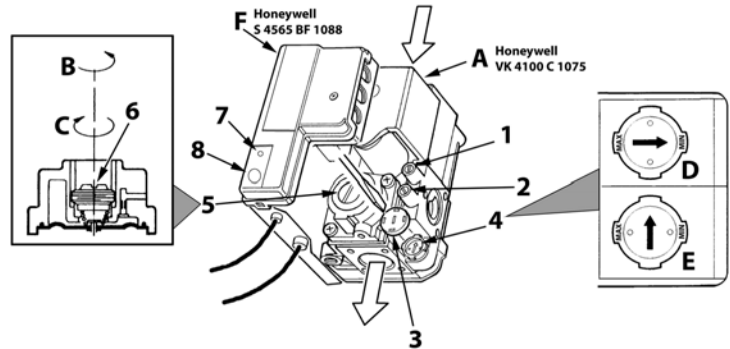

рис. 17 - Регулирование давления
На котле PEGASUS D можно регулировать тепловую производительность топки и, следовательно, тепловую мощность, передаваемую воде системы отопления; это делается исключительно путем регулировки основной горелки с помощью газового вентиля (см. рис. 17). На графиках, приведенных в параграфе сар. 5.2, показано изменение передаваемой воде тепловой мощности в зависимости от изменения рабочего давления горелки. Возможность приведения мощности котла в соответствие с реальными потребностями отопления означает, прежде всего, снижение потерь и экономию топлива. Кроме того, при регулировке мощности, регламентированной также стандартом, котлы сохраняют значения КПД и характеристика сгорания почти без изменений.
1. С помощью небольшой отвертки снимите защитный колпак 5 вторичного привода газового вентиля рис. 17.
2. Подключите манометр к клемме давления 2 (рис. 17), расположенного после газового вентиля, затем переведите ручку термостата котла на максимум.
3. Регулируйте давление с помощью винта 6 (рис. 17) на желаемое значение, руководствуясь диаграммами, приведенными в параграфе сар. 5.2.
2. Снимите с газового вентиля маленький защитный колпак 3 (рис. 17). С помощью маленькой отвертки регулируйте "СТУПЕНЬ" розжига на основании выбранного для работы газа (G20-G25 положение D рис. 17 или G30-G31 положение E рис. 17); установите защитный колпак на место.
- Спустите воздух из газопроводных труб через штуцер отбора давления 1 газового вентиля (рис. 17).